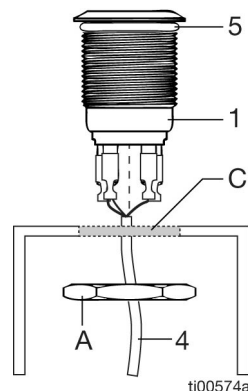

FIG. 2
5. Faire passer et sécuriser le faisceau de câbles (4) de l'emplacement de l'installation de la pompe. Couper le câble excédant du faisceau de câbles (4).
6. Retourner une bande d'environ 1 po. de l'enveloppe du harnais et de 1/4 po. du conducteur. Installer les connecteurs rapides (2) aux câbles (4) en utilisant un connecteur à sertir.
7. Insérer l'extrémité des câbles (4) du côté arrière du panneau ou de la plaque, à travers le contre-écrou (a) et à travers le trou dans le
panneau ou la plaque (c) (FIG. 2). (Noter l'emplacement du joint torique (5) pour une installation correcte.)